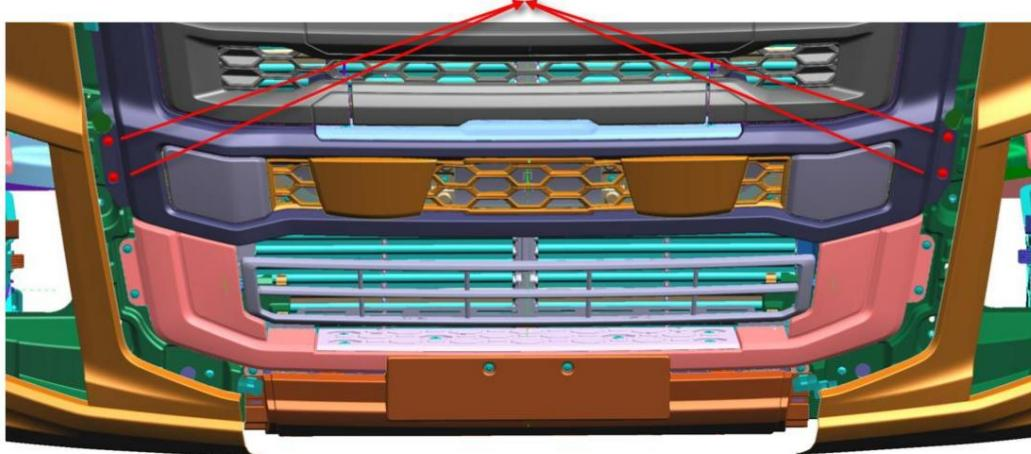

Figure 26 : Installation de l'ensemble pare-chocs avant
31. Installez le pare-chocs avant RC46-17750-A\* avec deux boulons à droite et deux à gauche à l'aide d'une clé dynamométrique de 8,00 Nm. Marquer au stylo jaune après serrage. Le couple de serrage du boulon W702733-S doit être de  $8,00 \pm 1,20$  Nm. (Figure 26)